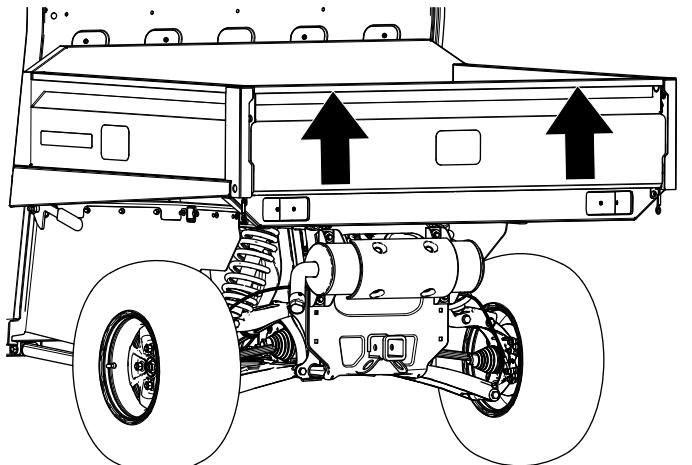

Figure 81
- Soulevez le hayon des deux mains en le prenant par le bord supérieur (Figure 81).